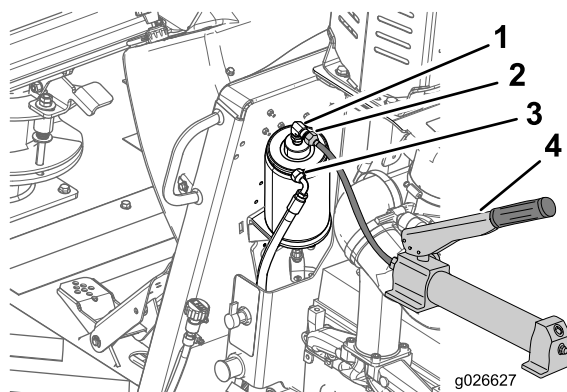

Figura 29
1. Scollegate il flessibile idraulico dal cilindro del freno di stazionamento come illustrato in Figura 29.
2. Collegate una pompa a mano idraulica in grado di applicare 350 psi al cilindro del freno (Figura 29).